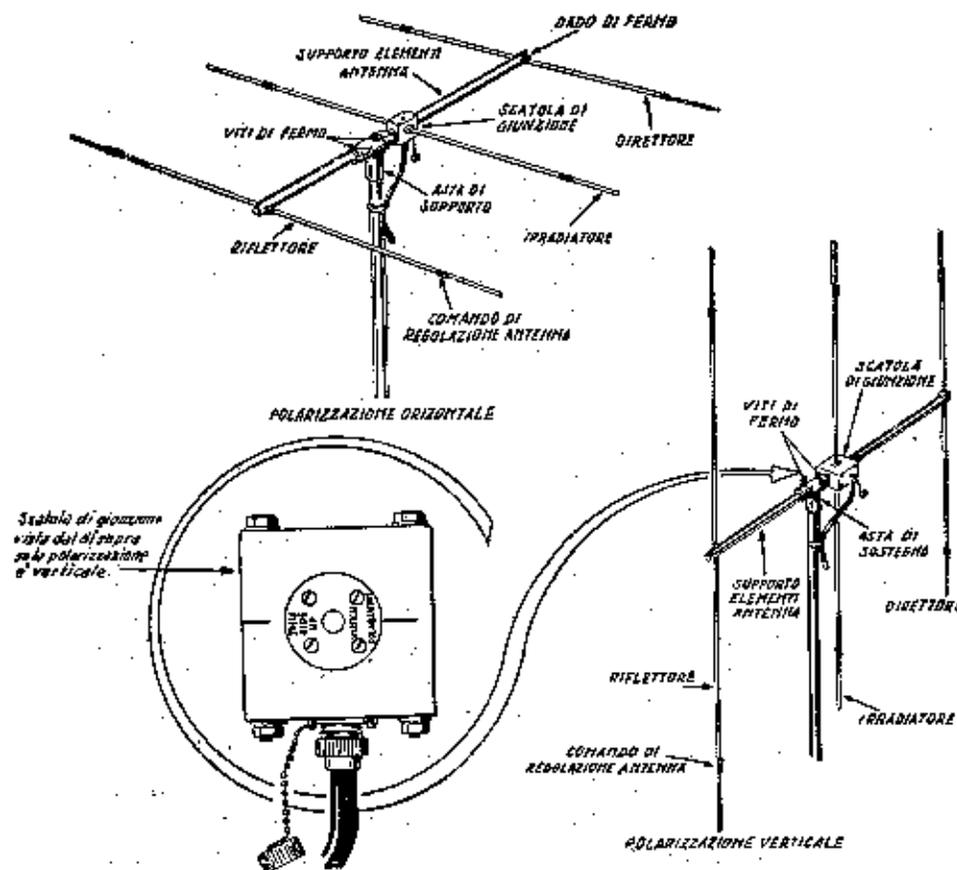

Fig. 12- Polarizzazione orizzontale e verticale dell'Antenna AS-20F/TRC-1
- assicurare all'antenna l'elemento di testa del supporto. In dipendenza del tipo di polarizzazione l'antenna va sistemata come in fig. 12.